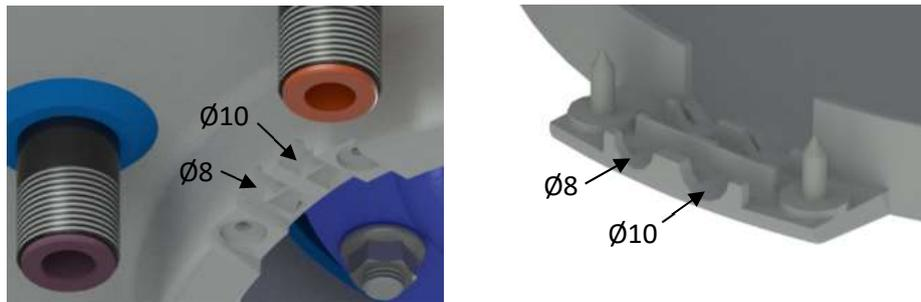
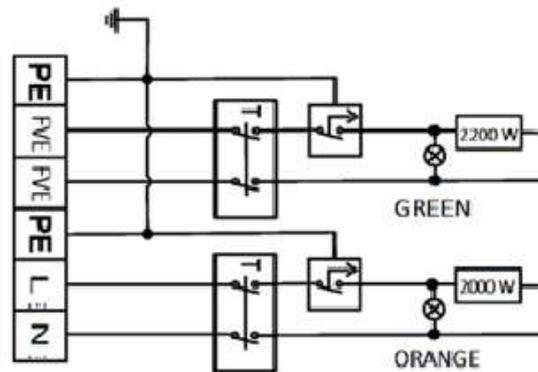
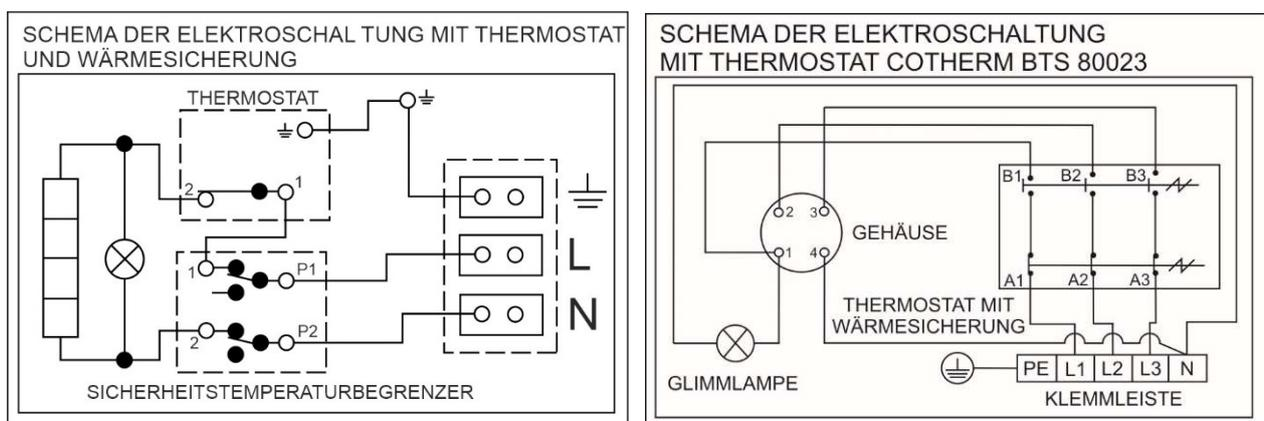

Abbildung 7
Abbildung 8
Abbildung 9
Der Anschluss ist laut Anschlussschema durchzuführen. Der im Werk vorgenommenen Anschluss darf nicht geändert werden! (Abbildung 8, Abbildung 9). Die Trennwand in der Abdeckung der Elektroinstallation entfernen, die dem Durchmesser des Zuleitungskabels, also $\phi 8$ oder $\phi 10$ (Abbildung 7) entspricht. Die elektrischen Teile des Warmwasserbereiters haben die Schutzklasse IP 44. Der Leistungsbedarf der elektrischen Körper beträgt 2000 W und 2200 W für das OKCE 2/2 kW. Der Leistungsbedarf der elektrischen Körper beträgt 2000 W und 4000 W für das OKCE 2/4 kW.
- Das Schema des Elektroanschlusses ist dem Warmwasserbereiter am Gehäuse der Elektroinstallation beigelegt. (Abbildung 8, Abbildung 9).